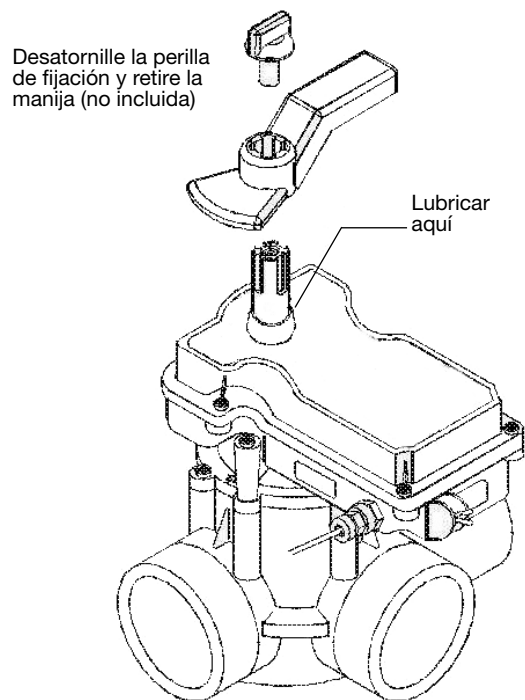

FIG. 6. Mantenimiento del actuador
1. Desatornille la perilla de sujeción y retire la manija desde el eje de la válvula. Deje a un lado la perilla y la manija para su uso posterior. Consulte FIG. 6 para más detalles.
7. Retire la tuerca de fijación y la manija. Aplique una pequeña cantidad de lubricante alrededor del eje por donde sale de la tapa. Consulte FIG. 6.